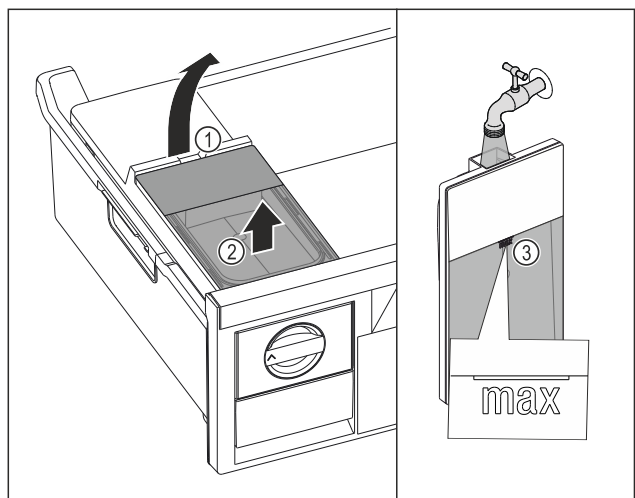

Fig. 71
- ▶ Повдигнете резервоара за вода при прореза Fig. 71 (1).
- ▶ Извадете резервоара за вода нагоре. Fig. 71 (2)
- ▶ Напълнете резервоара за вода до маркировката Fig. 71 (3) с питейна вода.